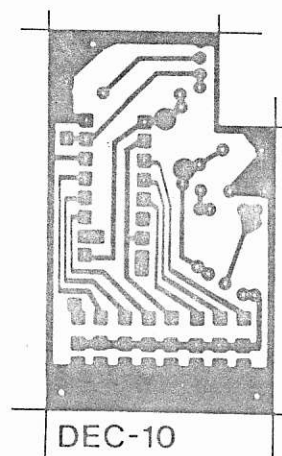

FIGURE 6. – Circuit imprimé du décodeur.
- Figure 6 : platine décodeur.